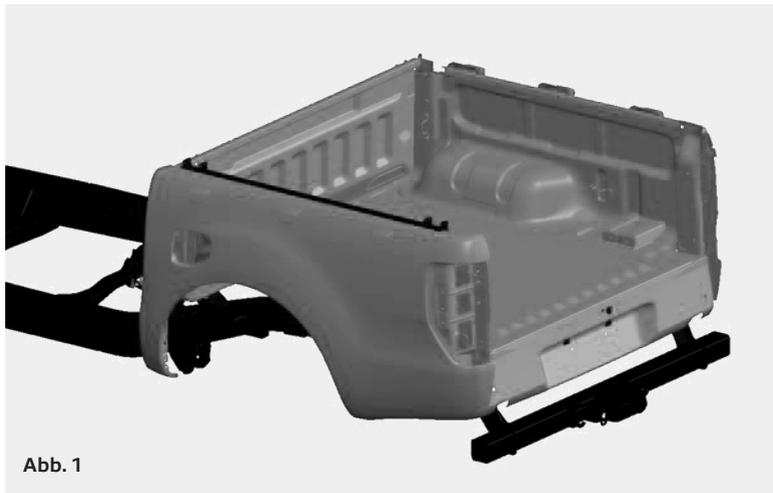

Abb. 1
- Im ersten Schritt wird der untere Rahmen (PHBRUF135/155) mit der Ladefläche verschraubt. Dafür muss der Rahmen mittig platziert werden. Nun müssen Löcher gebohrt werden, damit die Gewindenieten gesetzt werden können. ACHTUNG! Messen kannst du zweimal, bohren nur einmal! Die beiden Rähmen müssen parallel zueinander an beiden Ladeflächenseiten montiert werden. Verwende hierfür pro Seite mindestens 4x M8 Gewindenieten, sowie die beiliegenden DIN933 M8x25mm Schrauben u. Beilagscheiben Abb. 1. Die Löcher müssen mit einer Epoxid Grundierung und Decklack behandelt werden, anschließend wird Korrosionsschutzwachs aufgetragen. Wir geben keine Gewährleistung bei Rostbefall der gebohrten Stellen. Um den Lack der Ladefläche zu schonen, können jetzt die beigelegten Gummistreifen auf die Ladeflächenkante gelegt werden. Auf der vorletzten Seite findest du eine kurze Erklärung zum beigelegten Nietwerkzeug. Wir empfehlen dennoch eine Gewindenietzange zu verwenden!
In the first step, the lower frame (PHBRUF135 / 155) is bolted to the truck bed. To do this, the frame must be placed in the middle of the bed. Now holes must be drilled so that the rivnuts can be set. ATTENTION! Measure twice, drill once! The two frames must be mounted parallel to each other on both sides of the truck bed. Use at least 4x M8 rivnuts per side, as well as the enclosed DIN933 M8x25mm bolts and washers Abb. 1. In the next step, the drilled holes must be treated with an epoxy primer and a topcoat paint, then anti-corrosion wax is applied. We do not give any guarantee if the drilled areas are going to rust. To protect the paint of the truck bed, the rubber pads can now be placed on the edge of the bed. On the penultimate page you will find a brief explanation of the enclosed riveting tool. Nevertheless, we recommend using thread riveting pliers!